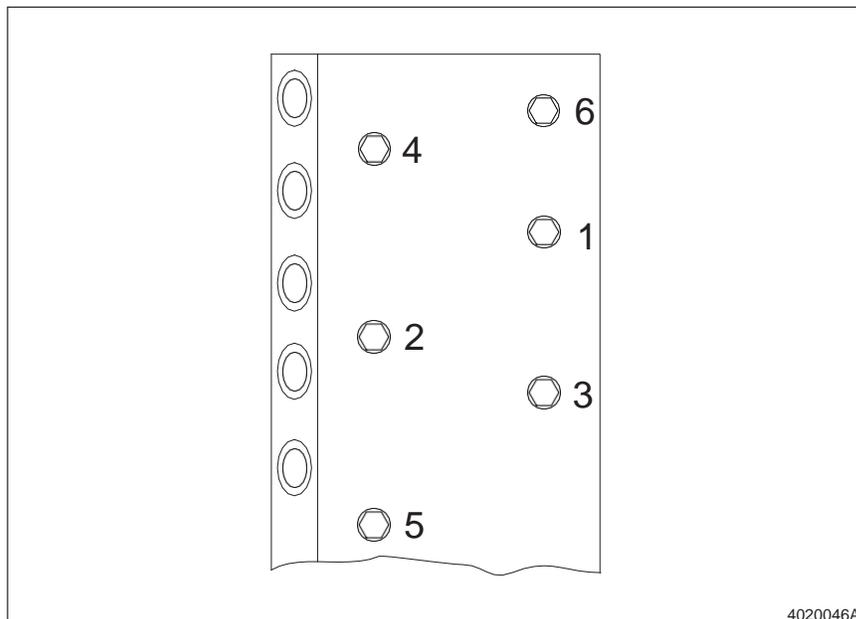

Fig. C 1-3 Sequência Correta para Apertar os Parafusos do Coletor
- c. Ver a Figura C 1-3. Apertar o parafusos em 5,4-6,8 N•m (4-5 pés-lb) na sequência mostrada.
3. Ver a Figura C 1-3.
Inserir as arruelas e parafusos do coletor na parte inferior do coletor e apertar apenas com as mãos. Apertar os parafusos em 5,4-6,8 N•m (4-5 pés-lb) na sequência mostrada na Figura C 1-3.